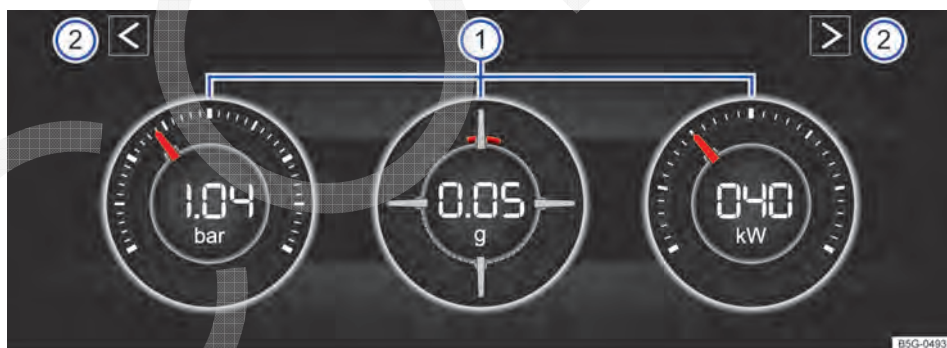
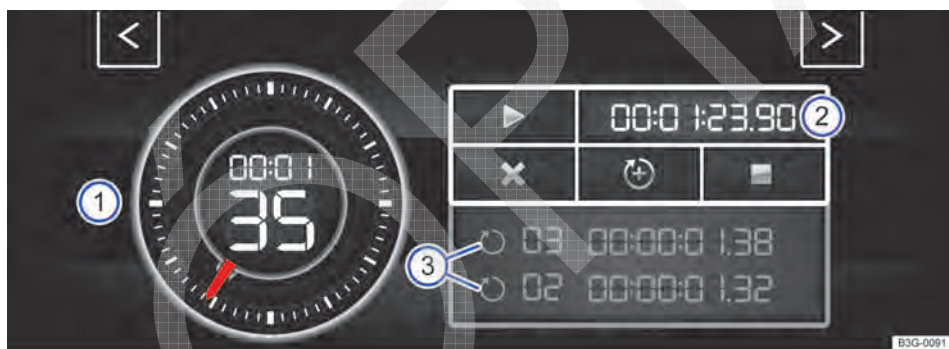
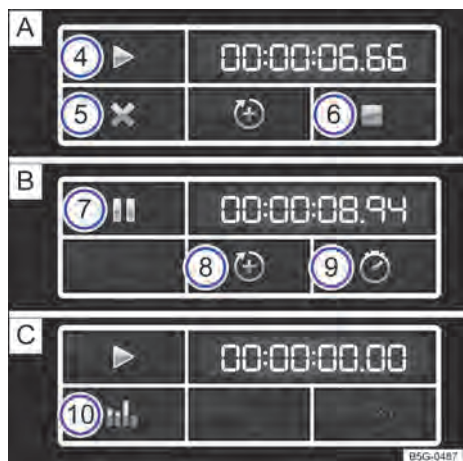

Fig. 53 No sistema Infotainment: módulo de potência (depende da versão).
Fig. 54 No sistema Infotainment: Laptimer com cronômetro, superfície de função e tempos de voltas (depende da versão).
Fig. 55 Superfície de função no sistema Infotainment: medição do tempo na volta **A** parada, **B** em execução e **C** concluída.
Legenda para Fig. 53
Se você deseja alternar entre o módulo de potência e o Laptimer → Página 61 tocar em uma das teclas de seta à esquerda e à direita acima dos instrumentos em → Fig. 53 ②.
O display pode exibir, no máximo, 3 instrumentos simultaneamente. Cada um dos instrumentos pode ser selecionado para cada uma das áreas de exibição → Fig. 53 ① (esquerda, central, direita).
- **Indicação da pressão de carga:** a indicação da pressão de carga → Fig. 53 ① (à esquerda) exibe a pressão no circuito do ar de sobrealimentação entre o turbocompressor e o motor (na unidade “bar”). Quanto mais o ponteiro ficar à direita na escala, maior será a potência que o motor desprenderá.
- **Medidor de aceleração (G-Meter):** o medidor da aceleração (G-Meter) → Fig. 53 ① (central) indica na área central o valor da aceleração (na unidade “g”). A marcação vermelha na área disposta em tela indica a intensidade da aceleração e a direção da força que atua (conforme os princípios físicos contrários). Se você, por exemplo, conduzir para a esquerda, a marcação vermelha se moverá para a área direita do instrumento (e o contrário). A marcação vermelha move-se para baixo, quando se acelera, e para cima, quando se freia. A intensidade da aceleração é indicada pela posição da marcação vermelha de dentro para fora. Se a aceleração aumenta, a marcação vermelha é excluída da área central.
- **Indicação de potência:** a indicação de potência → Fig. 53 ① (à direita) exibe a potência do motor atualmente utilizada como valor digital e na escala adjacente (em kW).
Legenda para **Fig. 54** e **Fig. 55**
- No módulo de potência, tocar uma das teclas de setas → **Fig. 53 ②**, para alternar para o Laptimer.
Com as teclas de seta → **Fig. 53 ②** ou → **Fig. 54** você pode alterar a qualquer momento entre Laptimer e módulo de potência.
Iniciar e continuar com a medição do tempo	Tocar a superfície de função para iniciar ou continuar ► → Fig. 55 A ④. Com a ignição desligada, não é possível nenhuma medição de tempo. É exibida uma mensagem no display. Pressionar Iniciar para iniciar a medição do tempo. A medição do tempo inicia-se automaticamente, assim que o veículo se movimenta para frente. Uma primeira nova volta só pode ser iniciada, se os dados forem restaurados na estatística.
Finalizar a medição do tempo	Tocar a superfície de função para finalizar ■ → Fig. 55 A ⑥.
Iniciar a nova volta	Tocar a superfície de função para adicionar uma nova volta → Fig. 55 B ⑧. O último tempo da volta é salvo e uma nova volta é iniciada. O tempo total das voltas é indicado na estatística.
Cancelar a volta atual	Tocar a superfície de função para cancelar → Fig. 55 A ⑤. Com uma medição de tempo em execução, tocar a superfície de função para pausar II B ⑦. A medição do tempo é cancelada e o tempo da curva é apagado. É exibido --:--:-- na estatística.
Indicar tempo intermediário	Tocar a superfície de função para o tempo intermediário T → Fig. 55 B ⑨. O cronômetro → Fig. 54 ① para por alguns segundos e o tempo intermediário é indicado.
Indicar estatística	Após a finalização ou o cancelamento da medição do tempo, tocar a superfície de função para a estatística → Fig. 55 C ⑩. A estatística indica o número de voltas, o tempo total, a volta mais rápida e a mais lenta, o valor médio de todos os tempos das voltas e todos os valores das voltas. Ao tocar a superfície de função ↵, você alterna para o menu anterior.
Restaurar os dados da estatística	Tocar a superfície de função para a estatística → Fig. 55 C ⑩. Excluir os dados, tocando a superfície de função Restaurar .